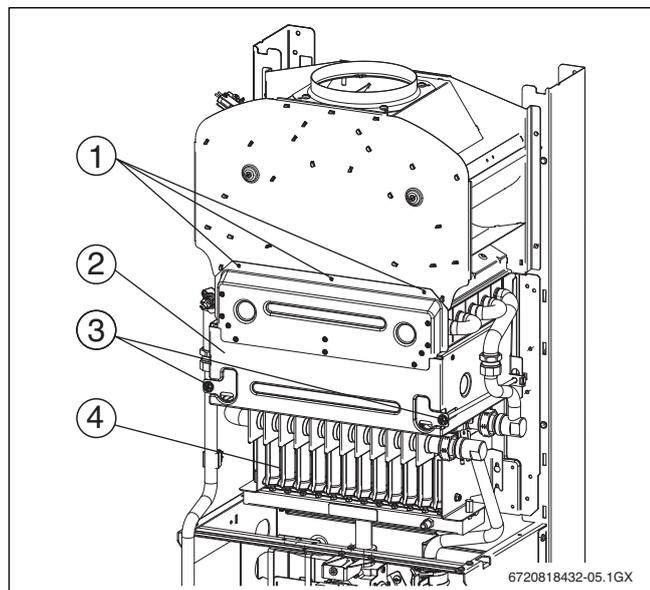

Fig. 50 Ouvrir la chambre de combustion
- ▶ Dévisser les trois vis du haut (→ fig. 50, [1]) et les deux vis du bas [3].
- ▶ Retirer la chambre de combustion (→ fig. 50).